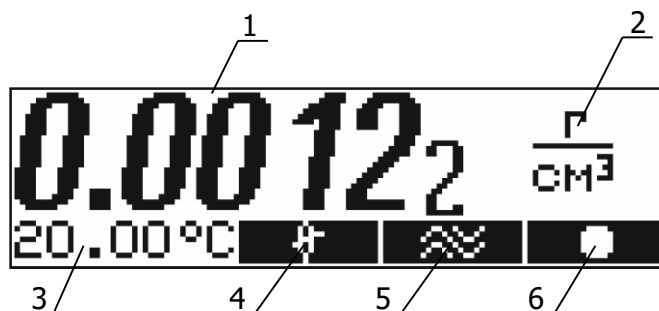

Рисунок 5 — Дисплей плотномера
2.7.1 Время релаксации капилляра — это время, требуемое капилляру, чтобы принять температуру термостата после ввода пробы, прежде чем загорится индикатор 4 рисунок 5. Время релаксации должно быть достаточным для обеспечения хорошей воспроизводимости результатов измерений. Рекомендуемое время релаксации 7 минут.
- температура в измерительной ячейке установилась (активирован индикатор 4 рисунок 5);
- колебания капилляра стабилизировались (активирован индикатор 5 рисунок 5).